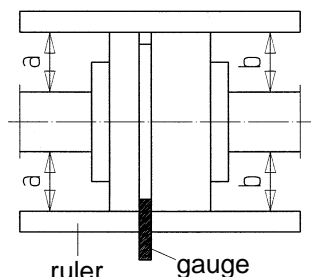

Рис. 4: Центровка с помощью линейки (ruler) и щупа (gauge)
- **ЦЕНТРОВКА СЧИТАЕТСЯ ПРАВИЛЬНОЙ** при сохранении одинакового расстояния от линейки, положенной по оси сверх обеих полумуфт, до каждого из валов при повороте тех на любой угол; также, при независимом повороте полумуфт на различные углы, зазор между их концами, измеряемый щупом или цифровым указателем, должен оставаться неизменным см. Рис. 4 и 5.